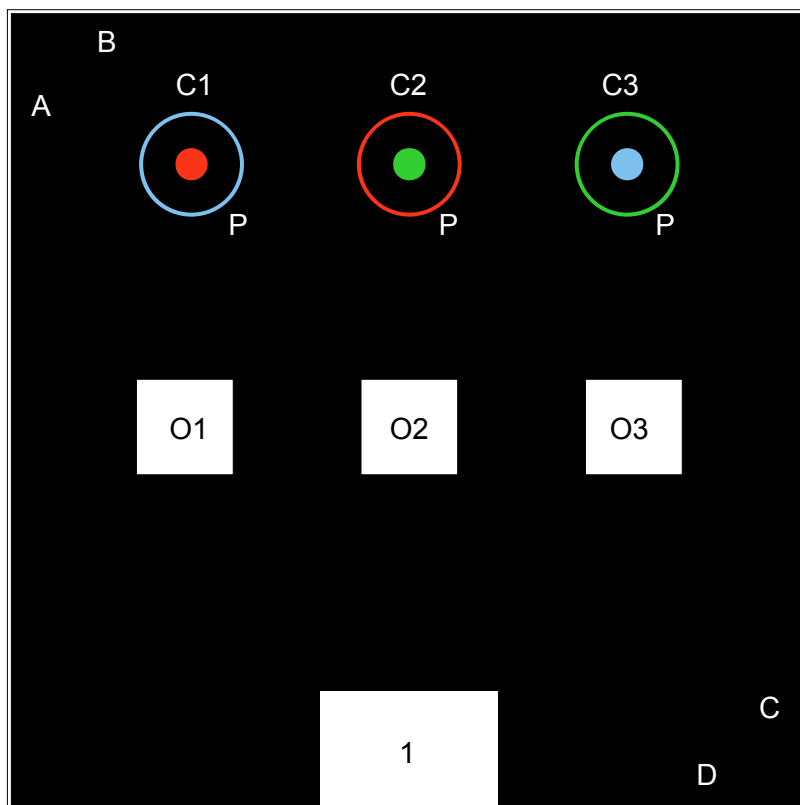

Figura 1: Representación a escala de la superficie del concurso. Vista *planta*.
El circuito del concurso mostrado en la figura 1, se ha realizado sobre una superficie negra de dimensiones de 1 m x 1 m (1 m²). En ella se podrán ubicar de forma **aleatoria** tres zonas **circulares** a localizar (C1, C2 y C3) y tres **obstáculos** a evitar (columnas blancas O1, O2 y O3). Además contendrá un **área de salida / llegada** (1), siendo el objetivo de la prueba: saliendo de dicha área, localizar los tres topos de colores, evitando los obstáculos, para realizar en cada uno de ellos la *acción* asignada correspondiente a cada color y regresar posteriormente al área de llegada, en el menor tiempo posible.